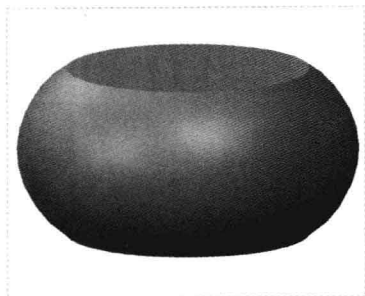

图 6-43 图形文件
Step 01 按【Ctrl+O】组合键，打开图形文件，如图 6-43 所示。